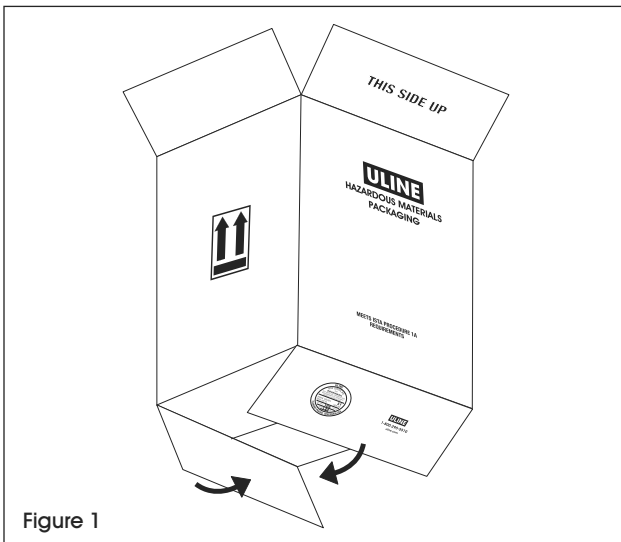

Figure 1
1. Pliez les rabats du dessous de la boîte afin que la certification du fabricant soit visible à l'extérieur de la boîte. L'espace entre les rabats extérieurs ne doit pas excéder 3,18 mm (0,125 po). (Voir Figure 1)